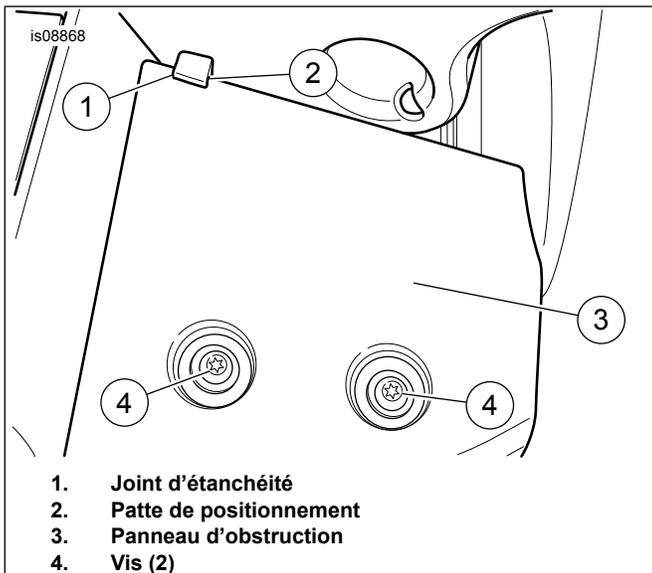

Figure 9. Panneau d'obstruction et patte de positionnement en mousse
10. Voir la Figure 9. Plier un morceau de joint d'étanchéité taillé (1) sur la patte de positionnement du panneau d'obstruction et installer le panneau.
- a. Appliquer de l'adhésif frein-filet au filetage des vis (4).